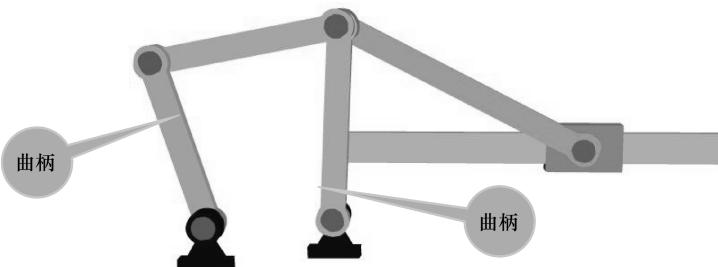

图 8-50 双曲柄机构
- 双曲柄机构：若铰链四杆机构中的两个连架杆均为曲柄，则称其为双曲柄机构。在双曲柄机构中，若相对两杆平行且长度相等，则称其为平行四边形机构。它的运动有两个显著特征：一是两曲柄以相同速度同向转动；二是连杆作平动。这两个特性在机械工程上都得到了广泛应用，如图 8-50 所示。